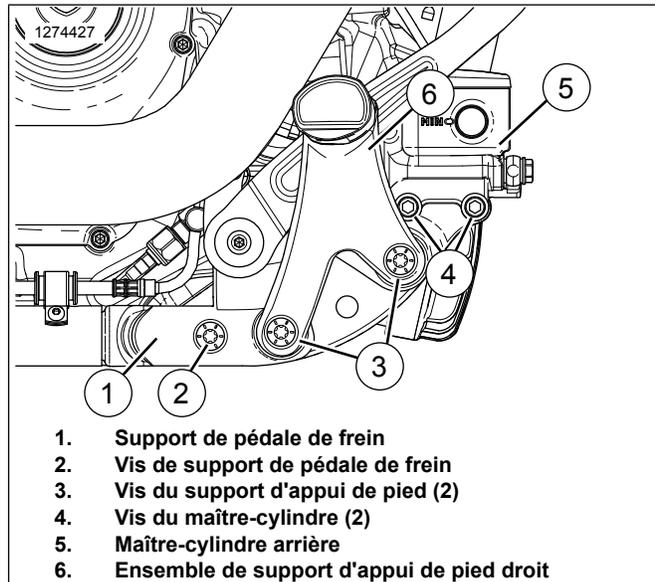

Figure 10. Support d'appui de pied droit
2. Voir Figure 10 Poser le support de montage de la pédale de frein.
- a. Enduire la vis (2) de frein filet.
- c. Poser la goupille circulaire fendue (1).
- d. Voir Figure 10. Poser les vis (4). Serrer.
- b. Voir Figure 10. Appliquer du frein filet sur les vis (3).